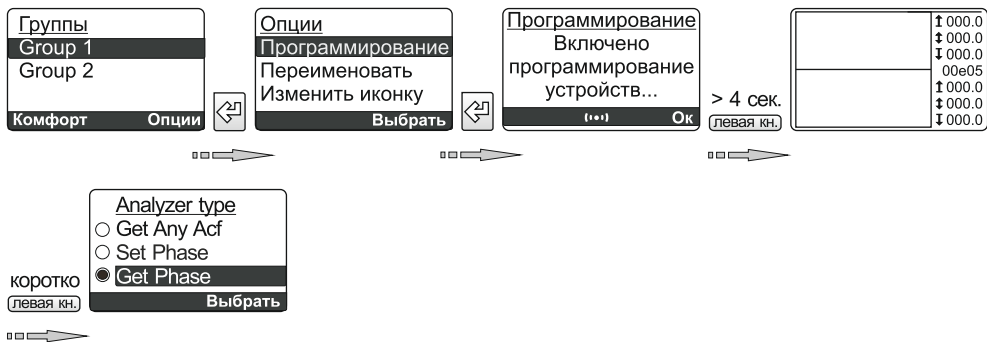

Рисунок 50 Включение центрального пульта2 Nero II 8450-50M в режим анализатора сети для определения уровня КФ и «фаз»
- Ввести центральный пульт2 Nero II 8450-50M в режим анализатора сети и выбрать пункт «Get phase» (см. рис. 50): выбрать пункт «Группы» - выбрать «Опции» - выбрать «Программирование» - нажать левую многофункциональную кнопку > 4 сек. - коротко нажать левую многофункциональную кнопку - выбрать пункт «Get phase».